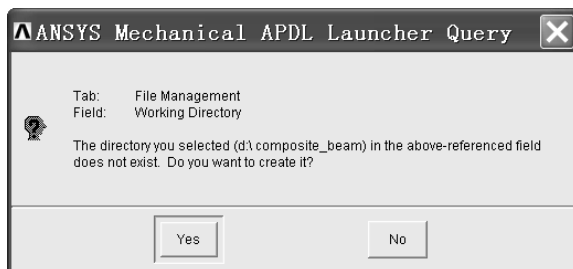

图 2-124 “ANSYS Mechanical APDL Product Query”窗口
(2) 单击“14.0: ANSYS Mechanical APDL Product Launcher [Profile: *** La...”窗口中“Simulation Environment:”方框后的倒立三角形图标, 选中“ANSYS”。
(3) 单击“14.0: ANSYS Mechanical APDL Product Launcher [Profile: *** La...”窗口中“License:”方框后的倒立三角形图标, 选中“ANSYS LS-DYNA”。
(4) 在“14.0: ANSYS Mechanical APDL Product Launcher [Profile: *** La...”窗口中的“Working Directory:”方框内输入“d:\composite_beam”(输入的内容在引号中。下同)。
(5) 在“14.0: ANSYS Mechanical APDL Product Launcher [Profile: *** La...”窗口中的“Job Name:”方框内输入“composite_beam”。
(6) 单击“14.0: ANSYS Mechanical APDL Product Launcher [Profile: *** La...”窗口中的“Run”按钮, 弹出“ANSYS Mechanical APDL Launcher Query”窗口(见图 2-124)。